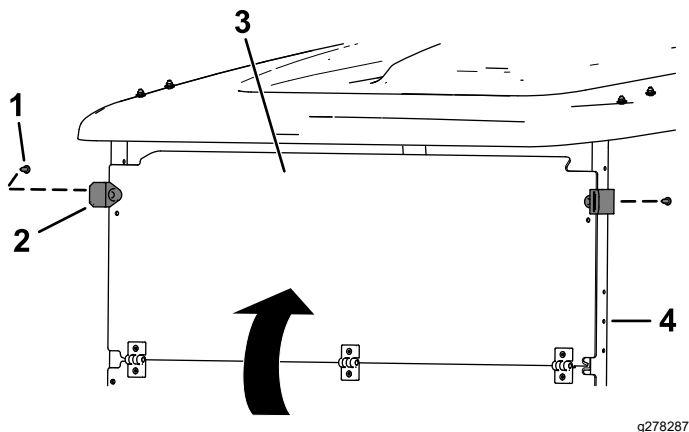

Figura 2
1. Dispiegare il parabrezza e fissate la sua parte superiore ai tubi di supporto del tettuccio utilizzando i 2 morsetti di gomma e i 2 rivetti corti di plastica nei fori superiori (Figura 2).